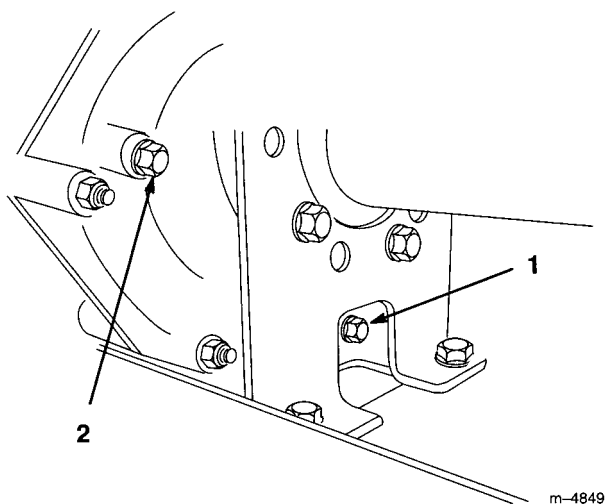

図 42
2. オイル槽の右側にあるドレンプラグ (図42) を外してオイルを容器に受け、オイルが完全に抜けたらプラグを元通りに取り付ける。
3. 給油口 (図42) から約1.4 lのオイル (10W30) を入れる (点検穴の下まで)。